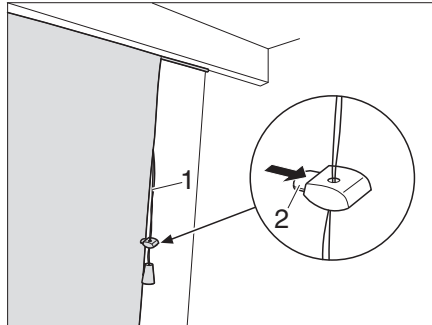

Fig. 84 Store plissé
- Tirer sur le cordon (Fig. 84,1) vers le bas. Le store est tiré vers le haut par les bandes et plissé.
- Appuyer sur la borne (Fig. 84,2) du support et pousser le support sur la position souhaitée.
- Appuyer sur la borne (Fig. 84,2) du support.